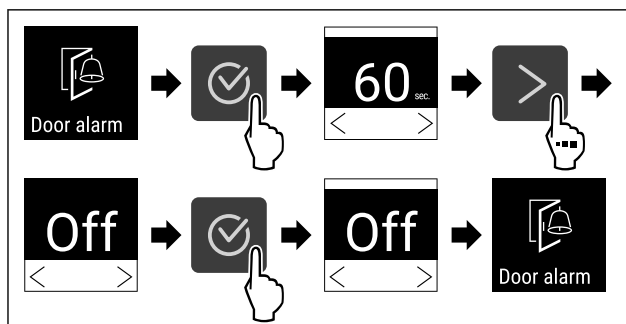

Fig. 122
- ▶ Eseguire i passi (vedere Fig. 122).